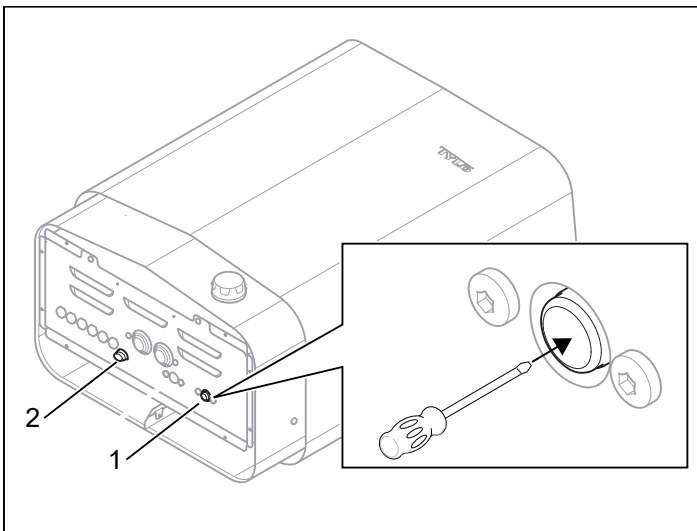

Abbildung 6: Zurücksetzen des Überhitzungsschutzes
- **Heizung** - Der Überhitzungsschutz in der Heizung soll verhindern, dass Bauteile, Heizstäbe und Hölzer in der Sauna zu heiß werden. An der Unterseite der Heizung gibt es eine rote Reset-Taste, die gedrückt werden muss (siehe Abb. 6). Wenn die Abschaltung ausgelöst wurde, ist ein Widerstand beim Drücken der Taste zu spüren und es macht „Klick“. Wenn keine Abschaltung ausgelöst wurde sowie nach dem Reset fühlt sich die Taste elastisch an.